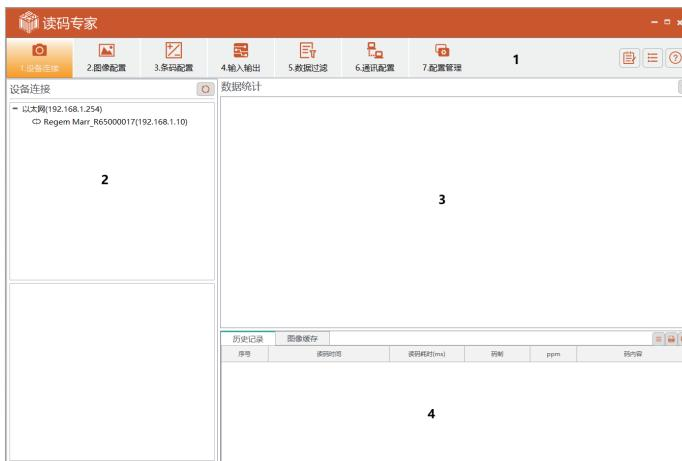

图 2-4 设定软件主界面
1、设定软件主界面介绍如图 2-4 所示，各功能模块介绍详情见表 2-1。